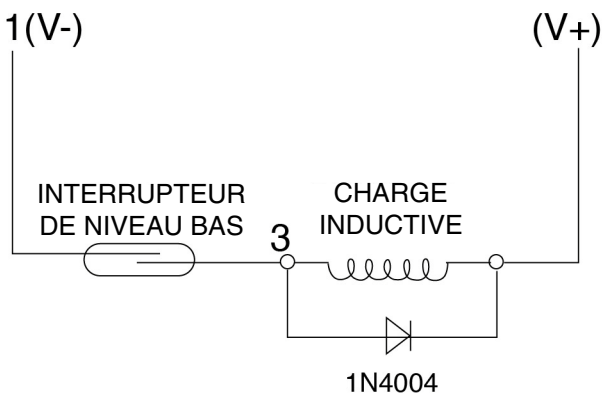

FIG. 4
**Tension CC** - Il est recommandé de brancher la diode A 1N4004 (ou équivalente) cathode vers positif, comme illustré en FIG. 4.